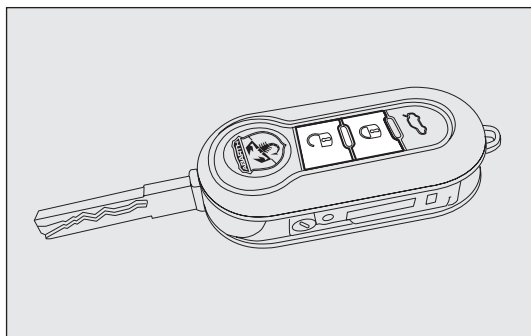
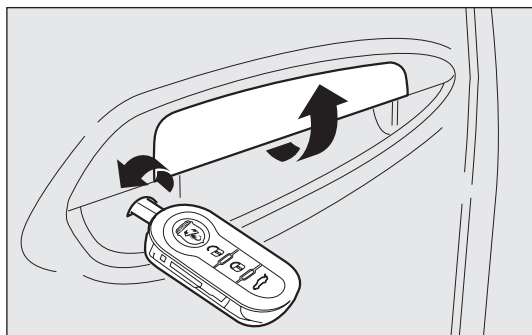
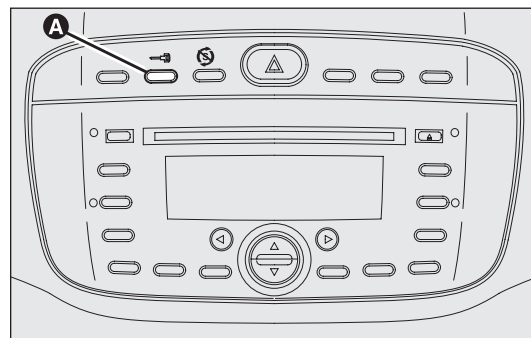

fig. 67
fig. 68
fig. 69
Con porte chiuse premere il pulsante  sul telecomando fig. 67 oppure inserire e ruotare l'inserto metallico nella serratura della porta lato guida in senso orario fig. 68. L'avvenuto bloccaggio delle porte è segnalato dalla singola accensione del led sul pulsante A-fig. 69. Il blocco delle porte viene attivato solo se tutte le porte sono chiuse. Se una o più porte sono aperte a seguito della pressione del pulsante  sul telecomando fig. 67, gli indicatori di direzione ed il led presente sul pulsante A-fig. 69 lampeggiano velocemente per circa 3 secondi.
Se una o più porte sono invece aperte a seguito della rotazione dell'inserto metallico della chiave solo il led presente sul pulsante A-fig. 69 lampeggia velocemente per circa 3 secondi. Se le porte sono chiuse ma il bagagliaio è aperto il blocco delle porte viene effettuato: gli indicatori di direzione (solo per blocco effettuato premendo il pulsante  fig. 67) ed il led presente sul pulsante A-fig. 69 lampeggiano velocemente per circa 3 secondi.
Con funzione attiva è comunque possibile sbloccare le serrature delle altre porte, premendo il pulsante A-fig. 69 posto sul mobiletto centrale.
Effettuando una doppia pressione rapida del pulsante  sul telecomando fig. 67 si attiva il dispositivo dead lock (vedere paragrafo "Dispositivo dead lock").
Premere brevemente il pulsante  fig. 67 per avere lo sblocco delle porte a distanza, l'accensione temporizzata delle plafoniere interne e doppia segnalazione luminosa degli indicatori di direzione oppure inserire e ruotare l'inserto metallico nella serratura della porta lato guida in senso antiorario come illustrato in fig. 68.
Premere il pulsante A-fig. 69 per bloccare/sbloccare tutte le porte. Il pulsante è dotato di un led che indica lo stato (porte bloccate o sbloccate) della vettura. Quando le porte sono bloccate il led sul pulsante è acceso ed una pressione del pulsante provoca lo sblocco centralizzato di tutte le porte e lo spegnimento della spia.
non sarà possibile effettuare lo sblocco tramite il pulsante A-fig. 69 ubicato tra i comandi su plancia.
- ☐ pulsante A-fig. 69 di blocco/sblocco;
Il dispositivo si inserisce automaticamente su tutte le porte nel caso in cui si effettui una doppia pressione rapida sul pulsante  sulla chiave con telecomando fig. 67.
L'avvenuto inserimento del dispositivo è segnalato da 3 lampeggi degli indicatori di direzione e dal lampeggio del led ubicato sul pulsante A-fig. 69 ubicato tra i comandi su plancia.